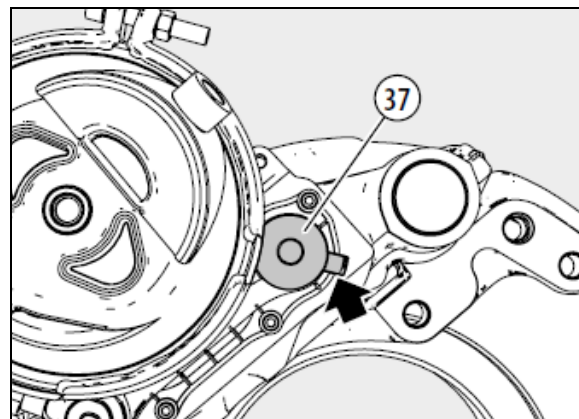

FIGURE 37: POSITIONNEMENT DE L'EMBOUT DU CAPUCHON
chon de la vis de réglage (37) doit être positionné comme représenté par la flèche sur le schéma ci-contre, afin de garantir l'accès en cas de démontage ultérieur (voir Figure 37).
**Remarque :** Un capuchon de vis de réglage (37) neuf doit être monté, même si les plaquettes de frein ne sont pas remplacées.